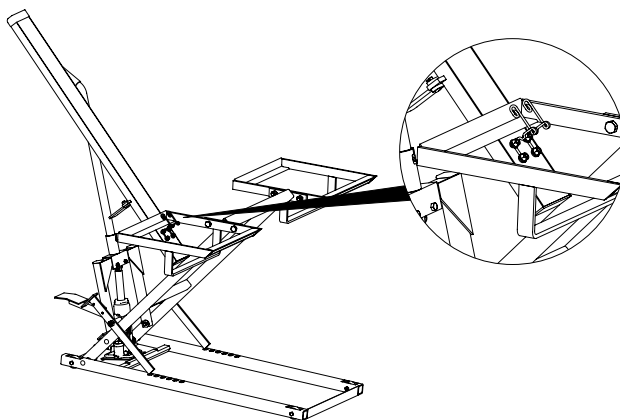

Figura 3: Posición de ensamblaje inicial
3. Con la elevadora para podadoras en posición elevada, sujete la vía con los resortes; los resortes deben estar cara arriba y la parte inferior de la vía debe ir apoyada contra el soporte de la rueda. (Vea la figura 3)